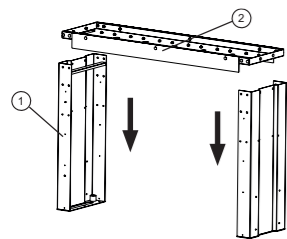
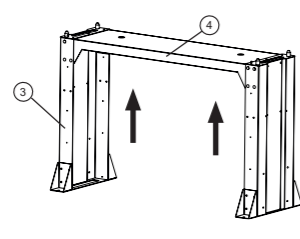

FIG 1
FIG 2
1. Place the two upper side supports (1) on the floor in vertical position (see fig. 1).
2. Place the upper hose reel support plate (2) on the said supports and fasten it with screws.
3. Place the two lower side support on the floor in vertical position and screw the support (4) (see fig. 2).
1. Ställ upp de gavlarna (1) på golvet (fig 1).
2. Lägg på monteringsplattan (2) för slangupprullarna på benen och skruva fast.
3. Ställ upp benen (3) och lägg på stödet (4) och skruva fast. (fig 2).